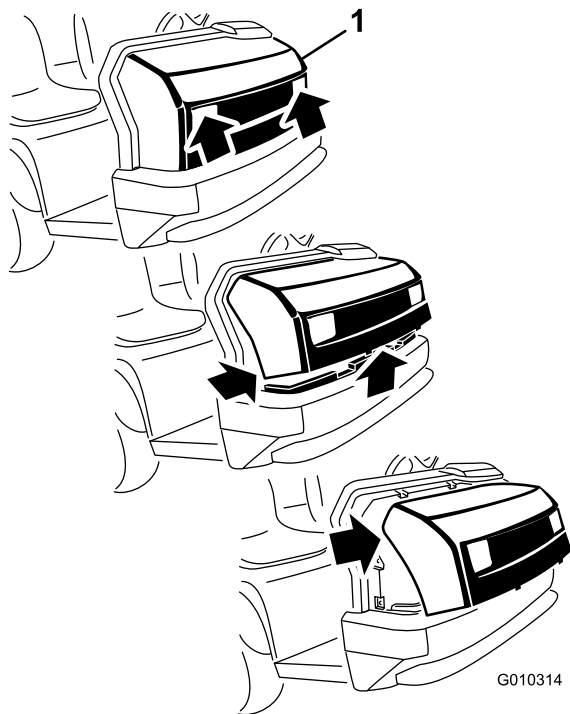

図 45
3. フードの上側を手前に倒し、ヘッドライトからワイヤコネクタを抜く 図 45。
2. 上側の取り付けタブをフレームの穴に差し込む 図 45。
3. 下側の取り付けタブをフレームの穴に差し込む 図 45。
1. ヘッドライトの開口部でフードをつかみ、フードを持ち上げて、下側の取り付けタブをフレームの穴から外す 図 45。
2. フードの下側を手前に持ち上げて、上部の取り付けタブをフレームのスロットから引き抜けるようにする 図 45。